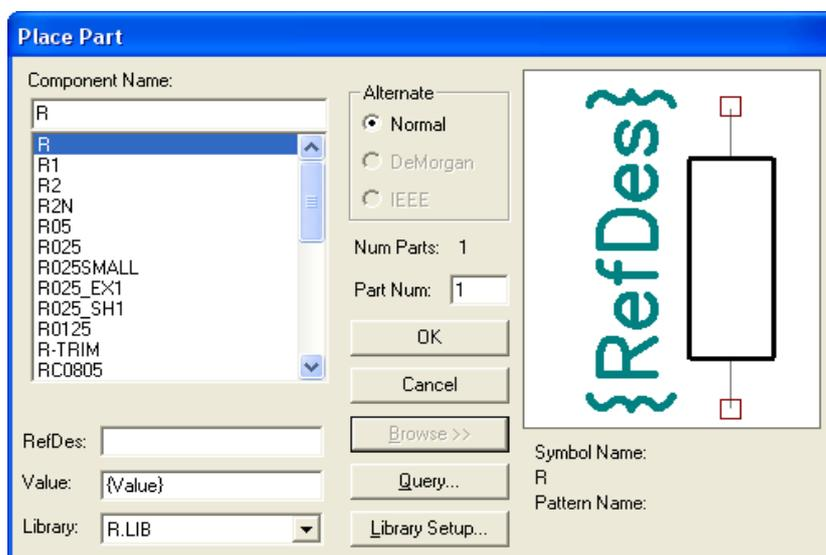

Рис.6.3. Окно выбора компонента.
- После выбора данной пиктограммы щелчок курсором в любой точке схемы открывает окно выбора компонента (Рис.6.3).